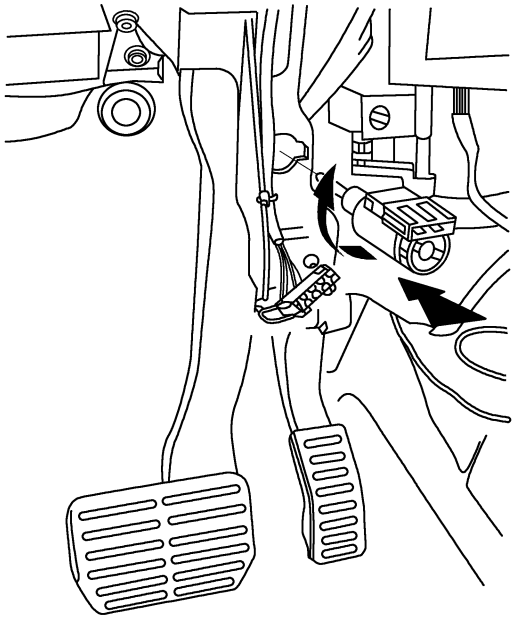

图 3-2-12 将开关穿过装配开口,压向踏板并右旋 45°固定
(2) 将开关穿过装配开口,压向踏板并右旋 45°固定,如图 3-2-12 所示。在调整制动灯开关后,检查制动踏板是否处在放松位置。